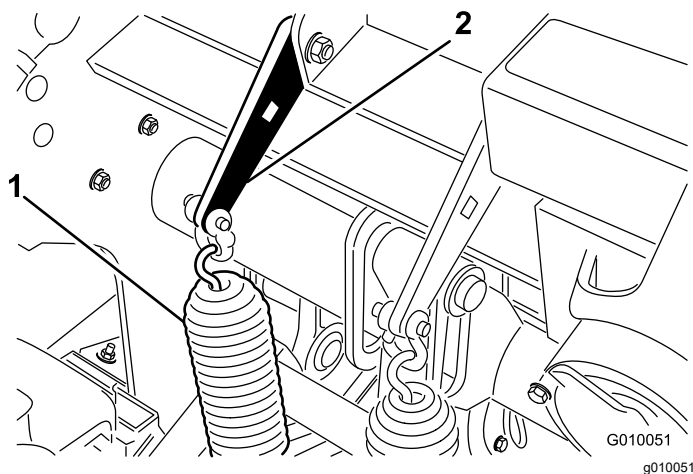

**Figura 27**
2. Desaperte as porcas do parafuso de carroçaria que fixam os suportes da mola à cabeça de perfuração (Figura 27). Não os retire.